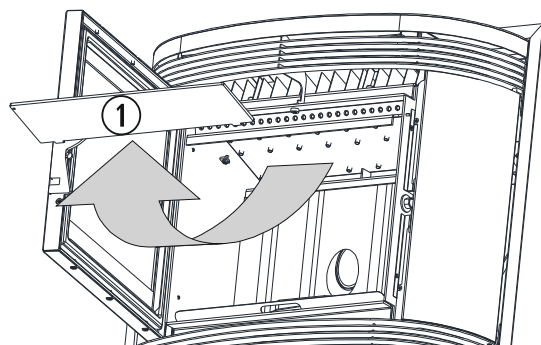

Figura 24
5.6. Nos modelos Eco II e Atenas, deve-se realizar uma ação de limpeza a maiores sobre o permutador de calor, esta ação terá uma frequência semanal. Como se vê na figura 24 (Eco mini), para ter um melhor acesso ao permutador e poder limpá-lo de forma exaustiva, devemos empurrar para cima a placa superior da grade,